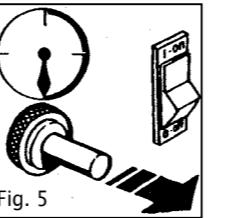

Fig. 5
- Lorsque l'appareil est allumé, maintenir le bouton de la vanne pressé pendant 10 secondes environ (Fig. 5).